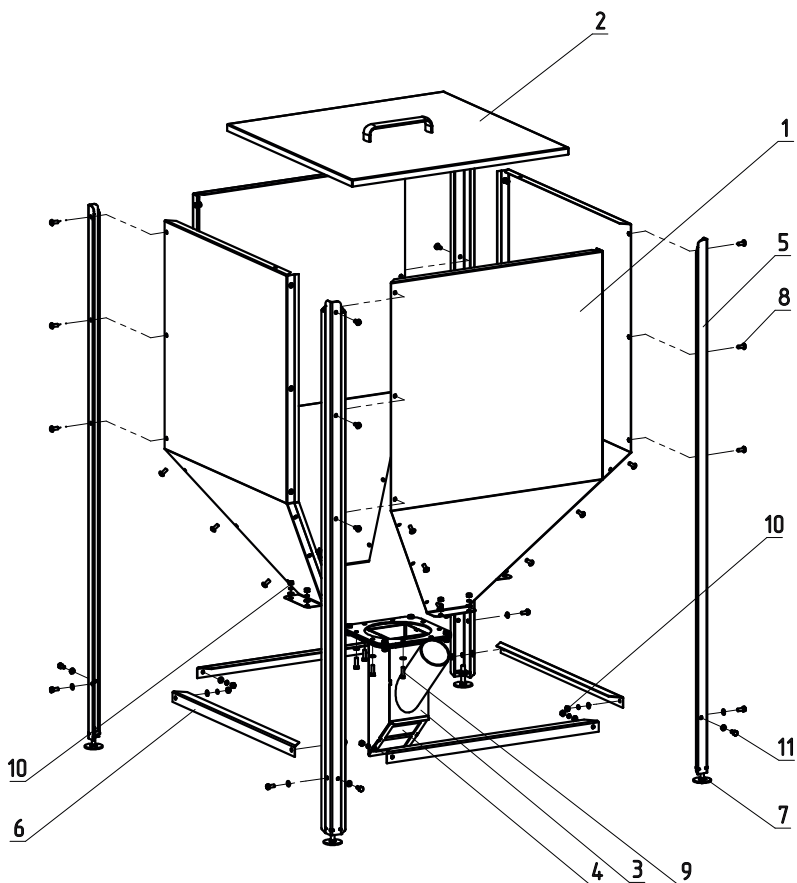

Рис.6 Порядок сборки топливного бункера
6.2.2.2. Топливный бункер собирается перевернутым вверх ногами, поочередно скрепляются все четыре стенки топливного бункера и ножки бункера (Рис. 6, поз. 1 и 5) друг с другом, с помощью болтов (Рис. 6, поз. 8), затем
прикручивается приемная горловина (Рис. 6, поз. 4) болтами (Рис. 6, поз. 9) и гайками (Рис. 6, поз. 10). Далее необходимо скрепить ножки бункера поперечными перекладинами между собой с помощью болтов (Рис. 6, поз. 11) и гаек (поз. 10).
6.2.2.4. Отрегулировать длину каждой ножки, чтобы бункер устойчиво стоял на поверхности в месте его установки с помощью регулировочных болтов (Рис. 6, поз. 7).
6.2.2.5. Далее необходимо установить люк прочистки (Рис. 6, поз. 4) и крышку бункера (Рис. 6, поз. 2) на место.
6.5.4. После завершения правильной установки механизма подачи топлива необходимо зафиксировать приемную горловину топливного бункера (Рис. 6, поз. 3) с помощью болтов (Рис. 6, поз. 9), и соединить механизм подачи с топливным бункером с помощью цепочки с крючками (Рис. 3) (поз. 7).